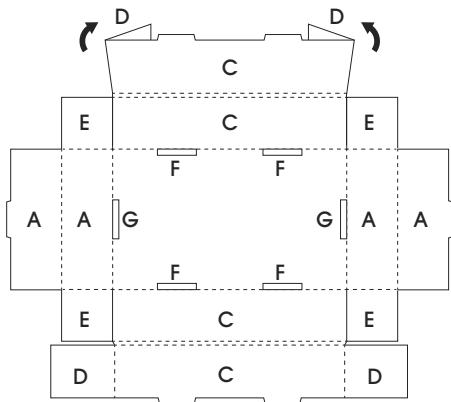

Figure 3
3. Pliez les rabats latéraux (D) de l'un des côtés vers l'extérieur. (Voir Figure 3)